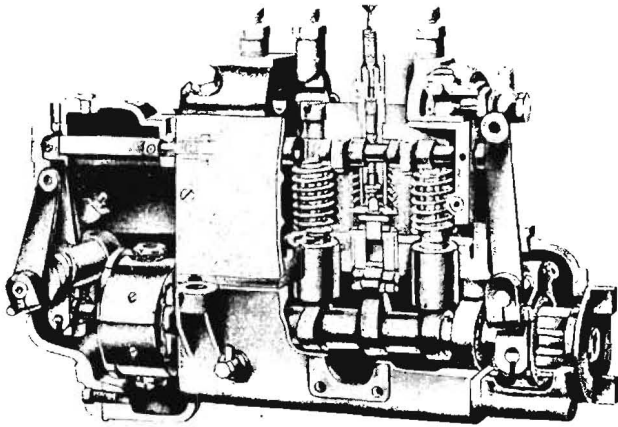

Bild 8 Schnitt der Einspritzpumpe
3.2 Baubeschreibung der Einspritzpumpe (Bild 8)